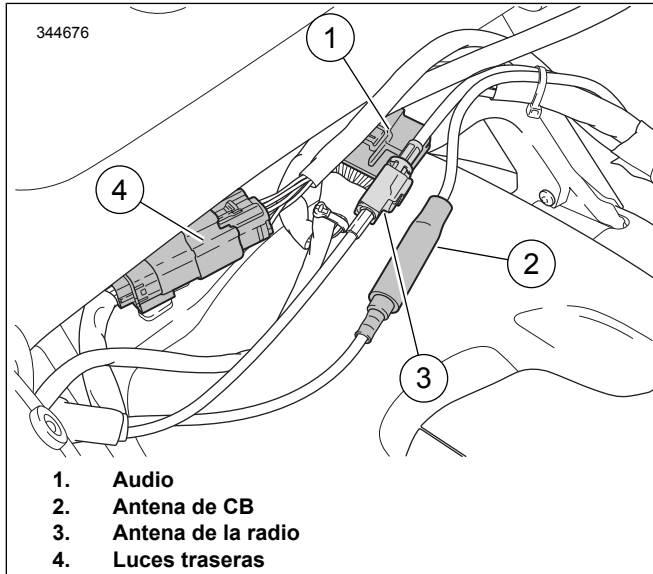

Figura 2. Conectores del Tour-Pak
- a. Vea Figura 2 . Separe los conectores eléctricos.